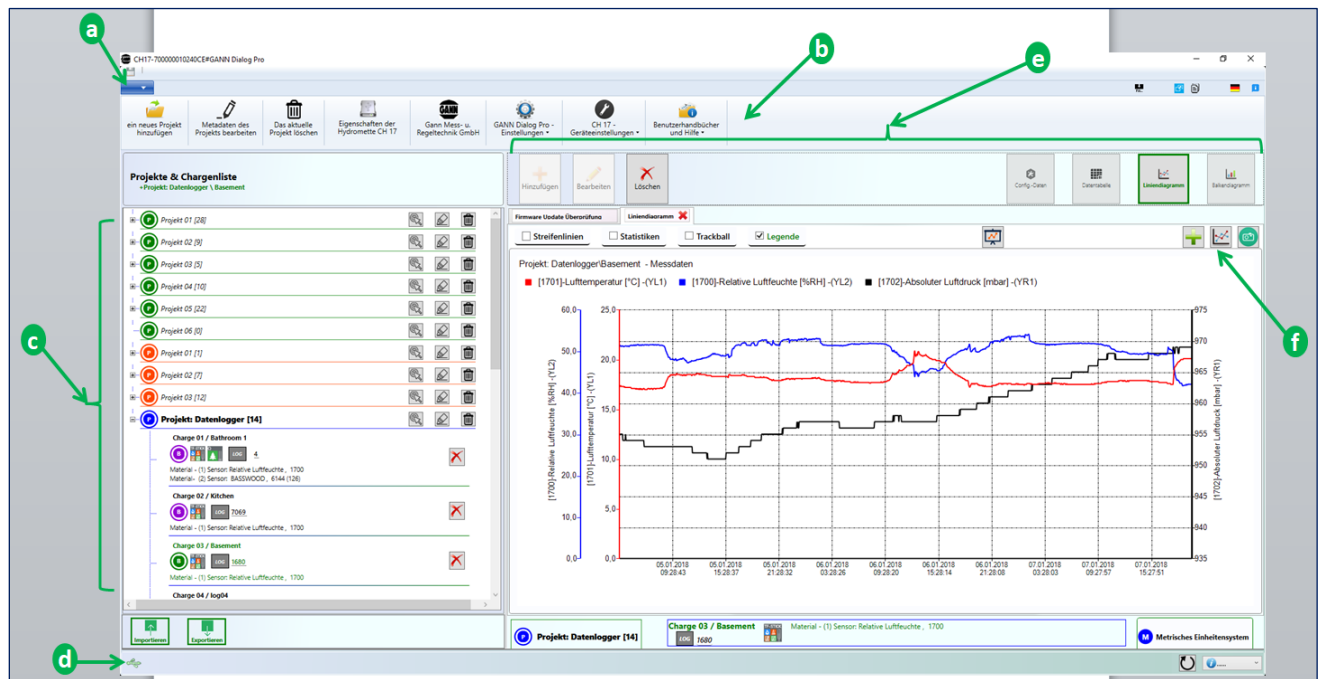
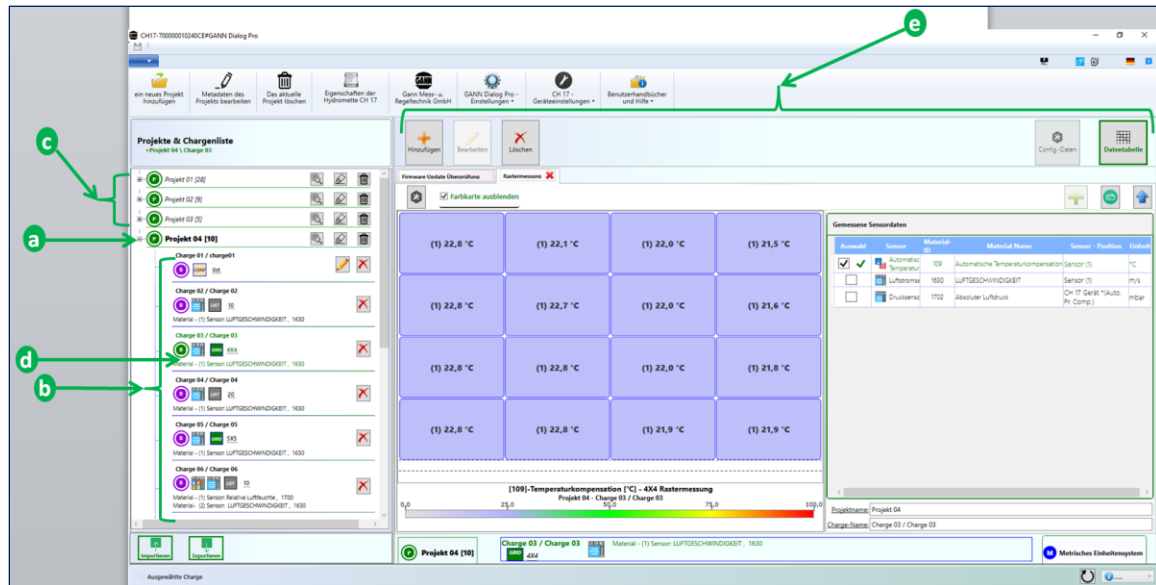

Abbildung 2-1: Hauptmenüs
Abbildung 2-2: Projekte und Chargen
Abbildung 2-1 zeigt ein Beispiel für die Benutzeroberfläche:
- Der Bereich **c** zeigt eine Liste der Projekte und Chargen an. Ein Projekt ist eine Sammlung von Chargen, die wiederum aus mehreren Einzelmessungen bestehen. Sie können ein Projekt aus der Projektliste und eine Charge aus der Chargenliste auswählen. Ausgewählte Elemente sind fett gedruckt (Abb. 2-1: "**Projekt: Datenlogger**" (ausgewähltes Projekt) und "**Charge 03**" (ausgewählte Charge)) oder (Abb. 2-2: „**Projekt 04**“ und „**Charge 03**“). Zusätzlich wird eine ausgewählte Charge in grüner Schrift dargestellt. Die Details der ausgewählten Charge werden auf der rechten Seite angezeigt **e**.
Ein Standardprojektordner, wie in Abbildung 2-2 dargestellt, ist wie folgt aufgebaut:
Um durch die verschiedenen Projekte zu navigieren, klicken Sie einfach auf ein Projekt in der Liste. Der Pfeil **a** in Abbildung 2-2 zeigt das aktuell ausgewählte Projekt innerhalb des Projektordners. Ein ausgewähltes Projekt ist immer fett markiert.
Um durch die verschiedenen Chargen im aktuellen Projekt zu navigieren, klicken Sie auf das entsprechende Symbol. Der Pfeil **b** in Abbildung 2-2 zeigt die Liste der Chargen aus dem ausgewählten Projekt **a**. Die aktuell ausgewählte Charge **d** wird immer fett und grün dargestellt. Die Details zu jeder ausgewählten Charge werden im rechten Bereich der
Benutzeroberfläche (e in Abbildung 2-2) angezeigt. Weitere Informationen finden Sie in Kapitel 9.5.